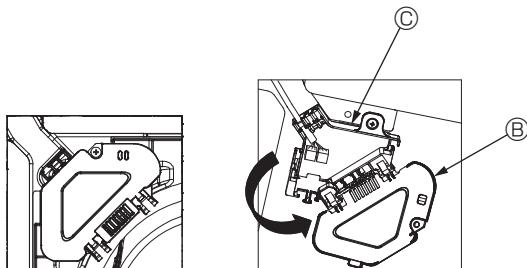

Fig. 4-5
- Die Befestigungsschraube des Anschlusskastendeckels entfernen und den Deckel öffnen. (Fig. 4-5)